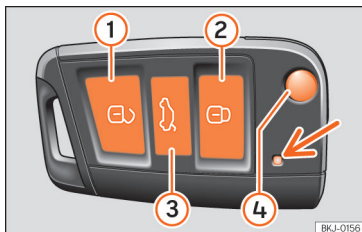

Abb. 130 Tasten im Funkschlüssel.
Mit der Taste ④ » Abb. 130 der Funkfernbedienung wird der Schlüsselbart entriegelt.
Fahrzeug entriegeln ① » Abb. 130 ①.
Fahrzeug verriegeln ② » Abb. 130 ②.
Heckklappe entriegeln. Taste ③ » Abb. 130
③ gedrückt halten, bis alle Blinkleuchten am Fahrzeug kurz aufleuchten. Nach Drücken der Entriegelungstaste ③ können Sie die Heckklappe innerhalb von 2 Minuten öffnen. Nach Ablauf dieser Zeit wird die Heckklappe wieder verriegelt.
Zudem blinkt die Batterie-Kontrollleuchte des Schlüssels » Abb. 130 (Pfeil) auf.
- Taste ❷ »» **Abb. 130** der Funkfernbedienung drücken.
- Taste ❶ »» **Abb. 130** der Funkfernbedienung drücken.
- Drücken Sie die Taste  »» **Abb. 130** an der Funkfernbedienung, um alle Türen und die Heckklappe zu entriegeln.
- Zum Verriegeln aller Türen und der Heckklappe betätigen Sie die Taste  »» **Abb. 130** an der Funkfernbedienung, oder drehen Sie den Schlüssel im Türschloss in Verriegelungsrichtung.